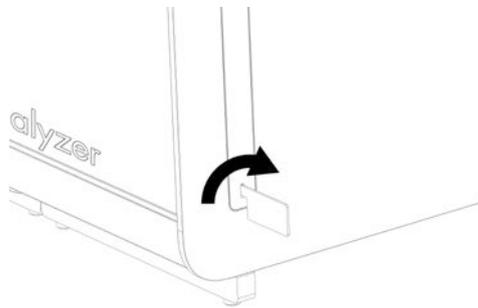

Figura 13. Retirada de las tapas de protección.
- 1.e. Retire las tapas de protección de la parte lateral del módulo analítico, que es donde se acoplará el módulo analítico adicional (figura 13).